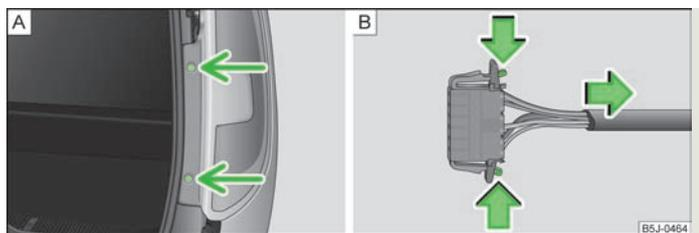

Fig. 151 Smontare le luci posteriori/Separare il connettore a spina
- Svitare la luce » fig. 151 - **A**.
- Separare il connettore a spina» fig. 151 - **B**.